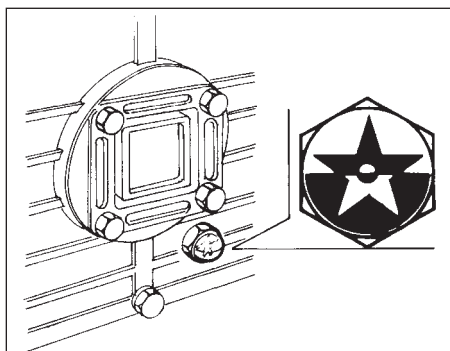

fig. 1
- controllare il livello dell'olio attraverso il tappo trasparente nei compressori lubrificati (fig. 1), il punto rosso nel suo centro ne indica il livello ideale (in caso di livello anomalo vedi il paragrafo "interventi di Manutenzione");